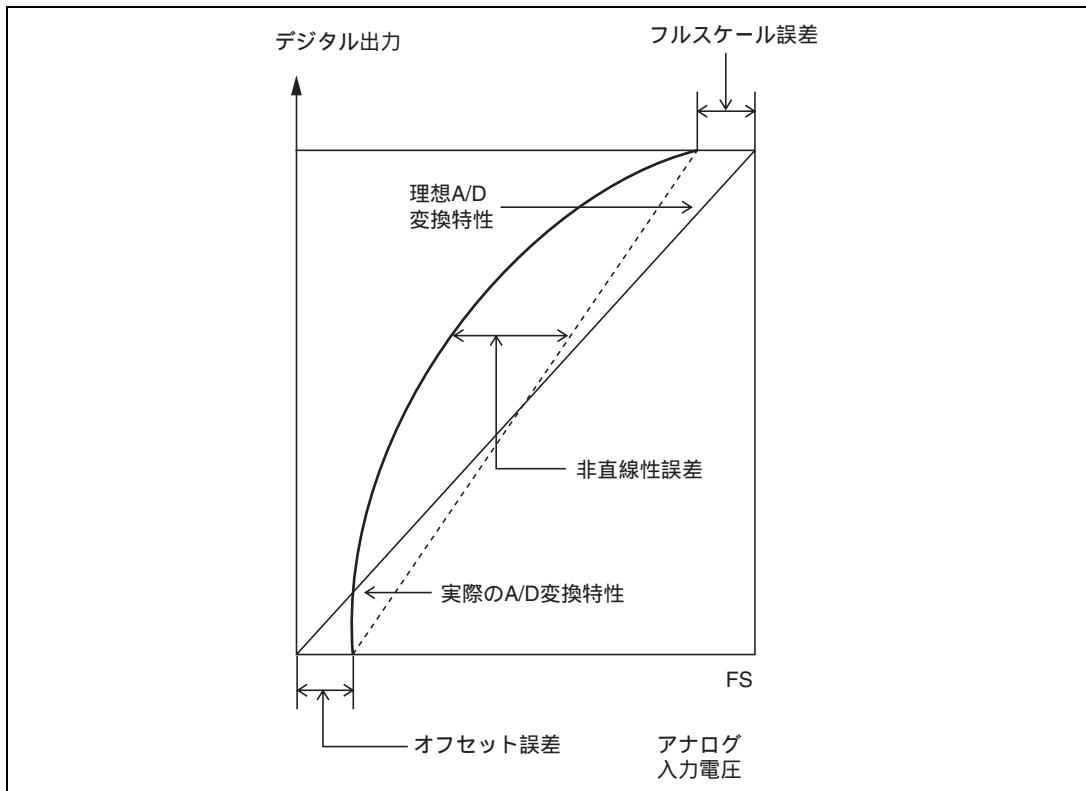

図 15.10 A/D 変換精度の定義 (2)
- オフセット誤差.....デジタル出力が最小電圧値 0000000000 から 0000000001 に変化するときのアナログ入力電圧値の理想 A/D 変換特性からの偏差(図 15.10)。
- フルスケール誤差....デジタル出力が 1111111110 から 1111111111 に変化するときのアナログ入力電圧値の理想 A/D 変換特性からの偏差(図 15.10)。